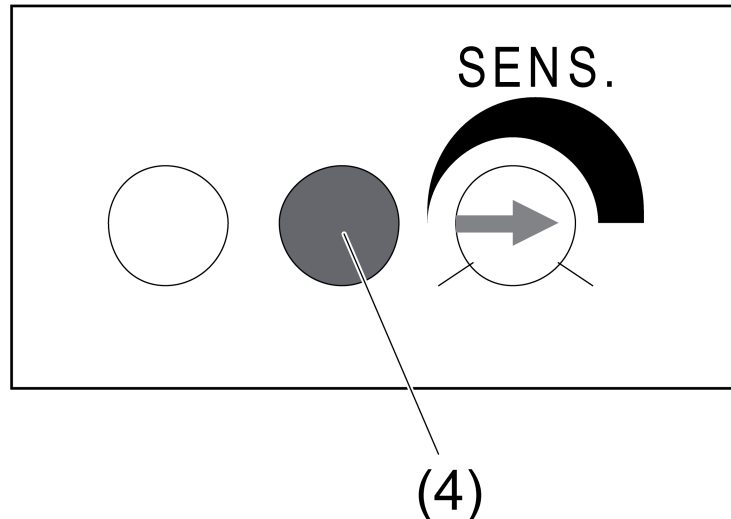

Figure 13
La LED rouge (4) est allumée pendant env. 1 minute (figure 13). Le détecteur se trouve ensuite en test de marche/mode paramétrage pendant env. 10 minutes. Cet état est indiqué par un clignotement bref de la LED rouge. Dans ce mode, le détecteur de mouvement évalue les mouvements en fonction de la luminosité. Chaque télégramme envoyé par ce mode peut être paramétré dans le récepteur radio.